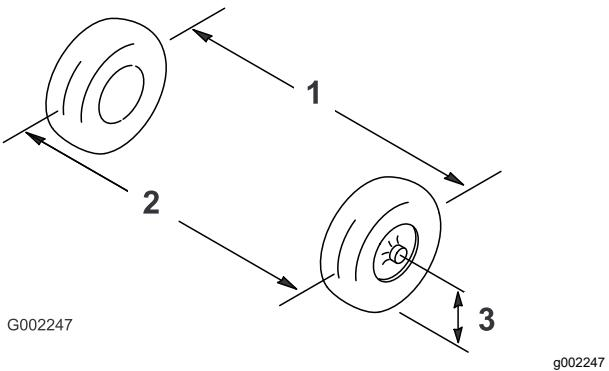

Figure 101
2. Mesurez la distance entre les roues avant à hauteur d'essieu, à l'avant et à l'arrière des roues (Figure 101).